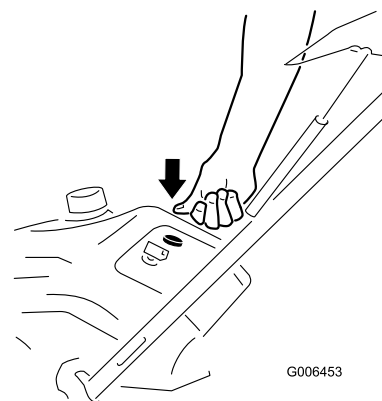

Figure 15
3. Appuyez fermement à 3 reprises sur l'amorceur avec le pouce, en marquant une pause d'une seconde chaque fois (Figure 15).